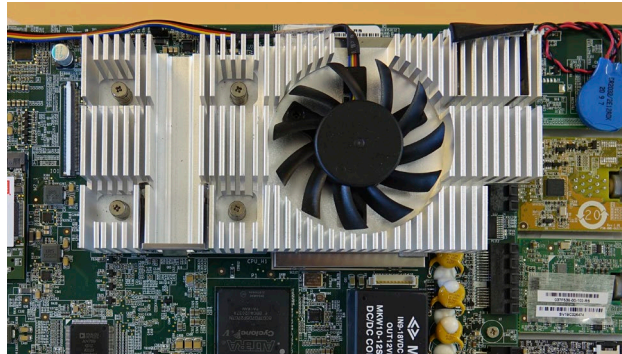

Abbildung 25 Installieren des Lüfters
- e) Installieren Sie den neuen Lüfter so, dass das Kabel zur Oberkante der Visualisierungseinheit zeigt (Abbildung 25)